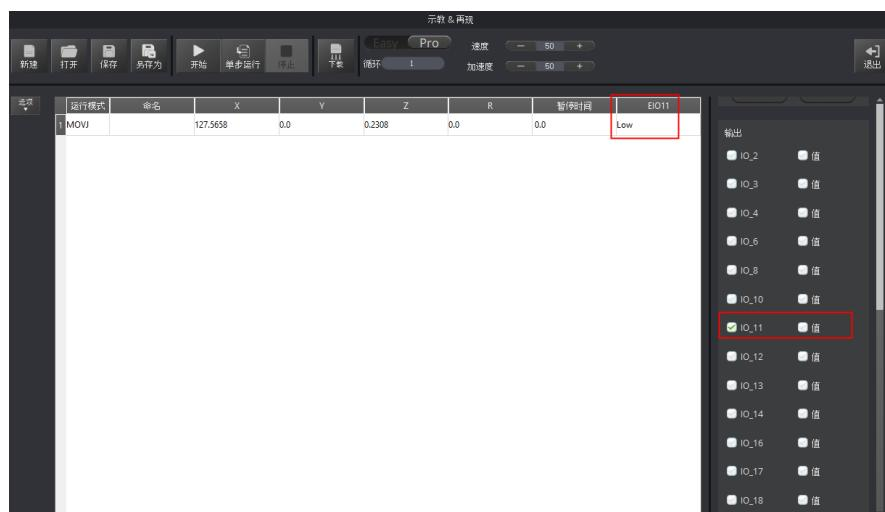

图 5.205 存点信息
- 步骤 1** 在“示教&再现”页面单击 **Easy** 图标，切换至高级功能页面，如图 5.205 所示。
- 步骤 2** 在“示教&再现”页面右下方的输出区域勾选“IO\_11”，单击“存点”新增存点，如图 5.205 所示。